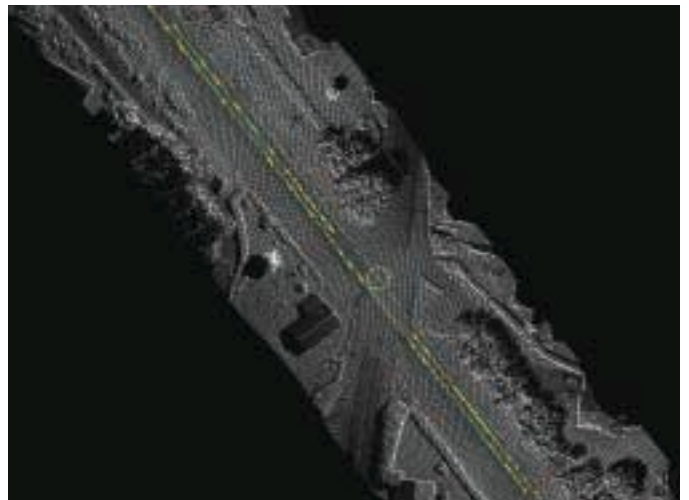

Figure 3
- La deuxième étape filtre ces points afin de ne garder que les lignes parallèles, (figure 3)